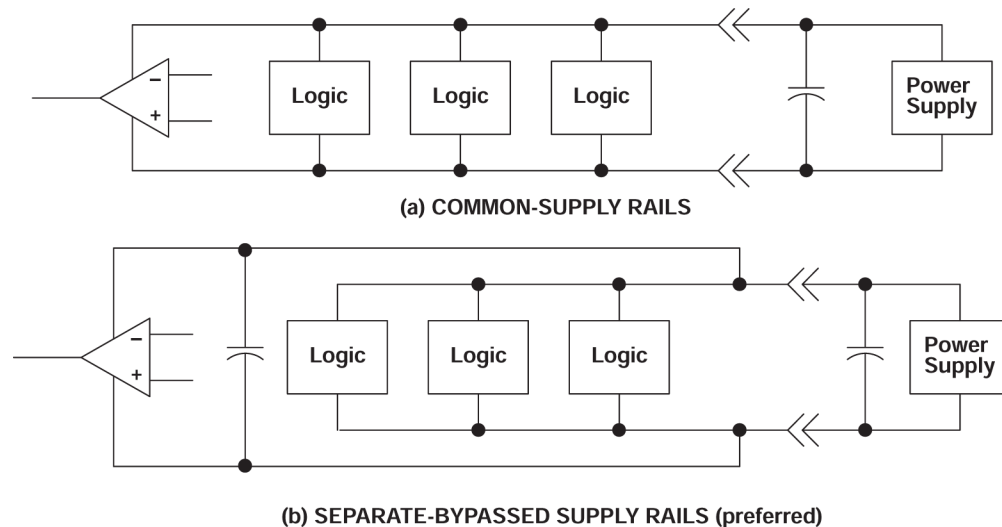

图 7-1. 公共电源导轨与独立电源导轨
- 通过单独的旁路电源线为线性器件供电（请参阅图 7-1）；否则，线性器件电源导轨可能会由于数字逻辑中的高开关电流引起的压降而波动。